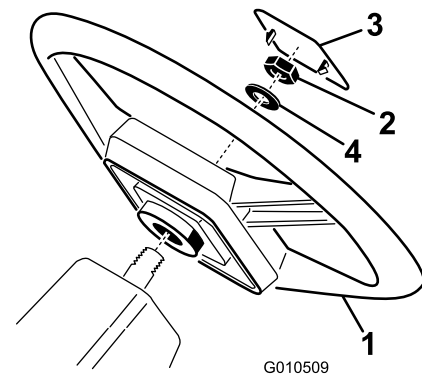

Figura 3
- Desmonte a porca do eixo da direcção. Encaixe o volante e a anilha na coluna de direcção (Figura 3).